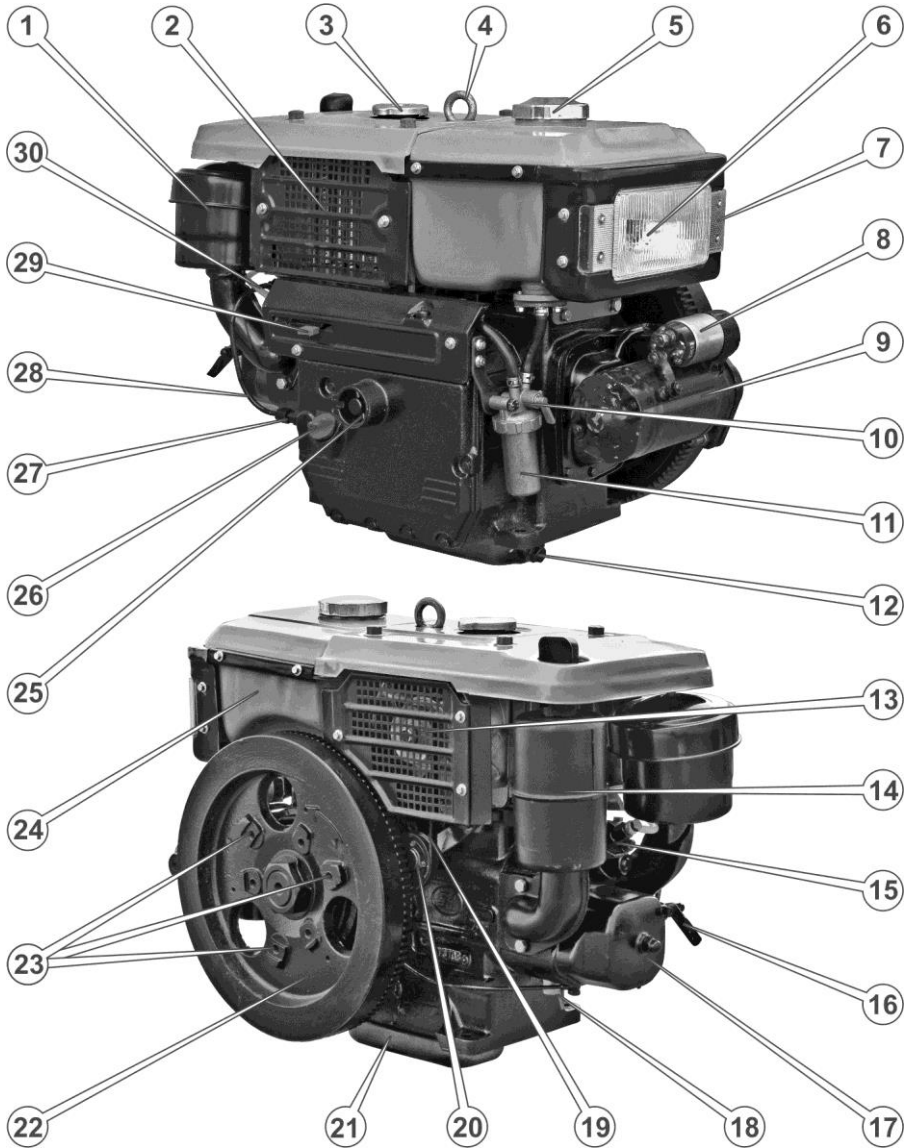

Рисунок 6. Органи двигуна ДД 190ВЕ
**Зовнішній вигляд, комплектація і розташування складових частин двигуна ДД190ВЕ можуть дещо відрізнятися від зображених на рис. 6.**